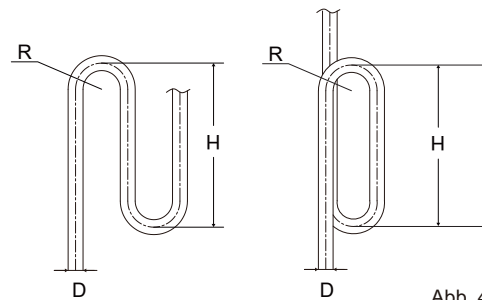

Abb. 4.11
- Wenn sich das Außengerät oberhalb des Innengeräts befindet und der Höhenunterschied mehr als 20 m beträgt, wird empfohlen, alle 10 m einen Ölrücklaufbogen in der Gasleitung der Hauptrohrleitung zu installieren. Die empfohlenen Spezifikationen des Ölrücklaufbogens sind in Abbildung 4.11 dargestellt.
- Anforderung 3:** Der größte Niveauunterschied zwischen Innengerät und Außengerät darf 50 m (wenn sich das Außengerät oberhalb befindet) bzw. 40 m (wenn sich das Außengerät unterhalb befindet) nicht überschreiten. Zusätzlich: Wenn sich das Außengerät oberhalb befindet und der Höhenunterschied über 20 m beträgt, wird empfohlen, alle 10 m einen Ölrücklaufbogen mit den in Abbildung 4.11 angegebenen Abmessungen in die Gasleitung der Hauptleitung einzubauen.